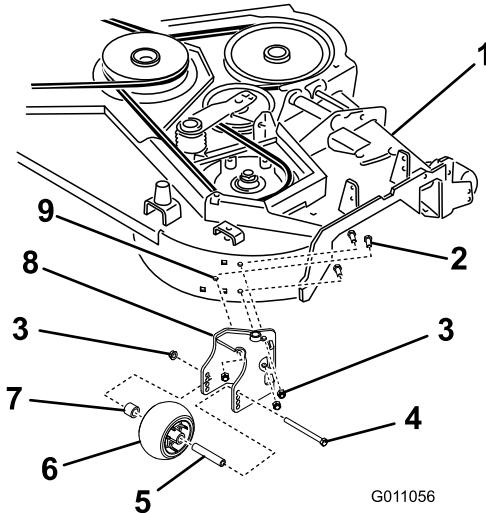

Figura 6
- 5. Installate la nuova staffa orientabile con 3 bulloni (3/8 x 1 poll.) e 3 dadi di bloccaggio (3/8 poll.) usando i fori perforati (Figura 6).
- 6. Installate il rullo antistrappo sulla staffa orientabile con il bullone per assale precedentemente rimosso (3/8 x 4-1/2 poll.), il distanziale, la boccola e il dado flangiato (3/8 poll.) (Figura 6).